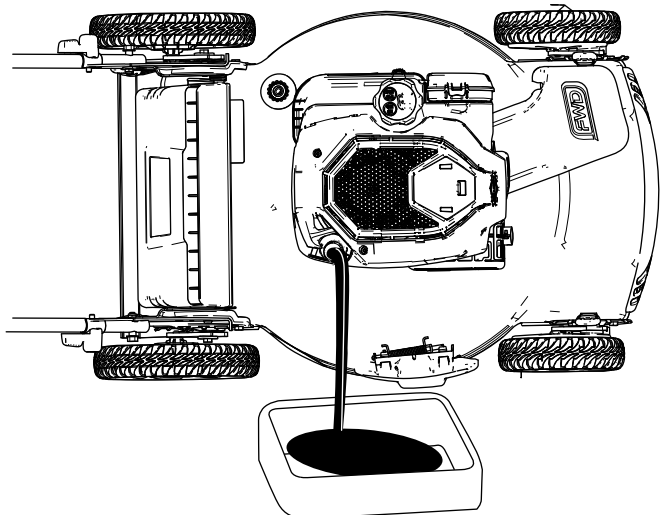

Figura 20
4. Înclinai maina pe o parte (astfel încât filtrul de aer să fie orientat în sus) pentru a scurge uleiul uzat din tubul de umplere cu ulei (Figura 20).